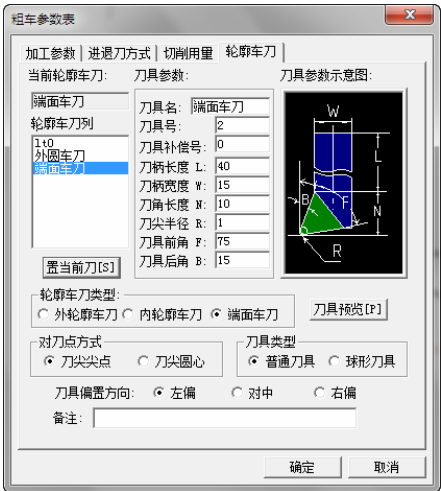

图 4-21 端面粗车刀具参数设定
4) 单击“轮廓车刀”选项卡，在“轮廓车刀列”列表框中直接单击“端面车刀”，使它变为蓝色，然后单击“置当前刀”按钮，即调出了刀具库中设置的端面车刀，具体参数显示如图 4-21 所示。